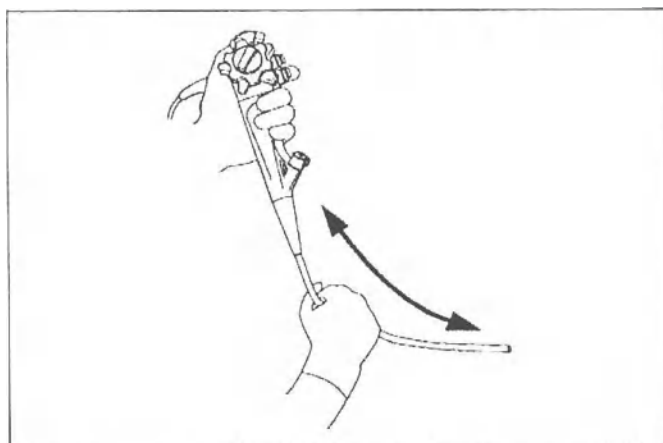

Рисунок 3.2
4. Придерживая вводимую трубку аккуратно одной рукой, осторожно пройдите пальцами по всей длине вводимой трубки в обоих направлениях (смотрите Рисунок 3.2). Убедитесь, что никакие препятствия или выступа металлического провода вокруг вводимой части не мешают руке. Также убедитесь в том, что вводимая трубка не сильно жесткая.